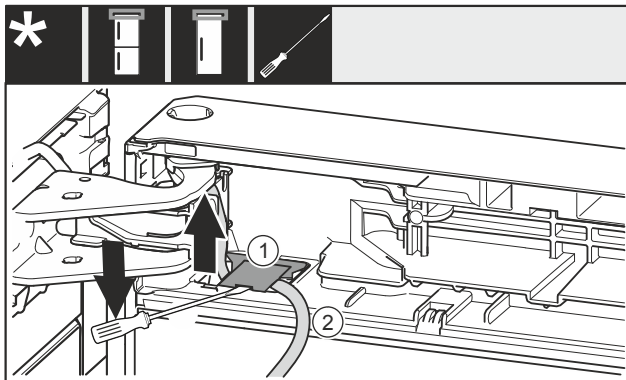

Fig. 12
- ▶ Mit Schlitzschraubendreher die Abdeckung Fig. 12 (1) anheben und herausziehen.
- ▶ Kabel Fig. 12 (2) herausziehen.